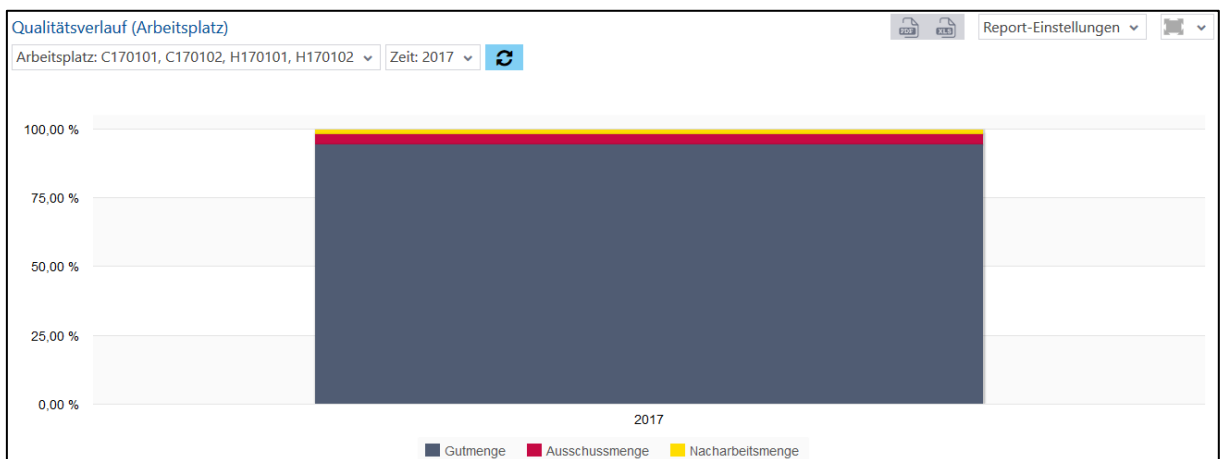

Bild 101: Qualitätsverlauf (Arbeitsplatz) als Säulendiagramm
- Qualitätsverlauf (Arbeitsplatz) als Säulendiagramm (Bild 101):